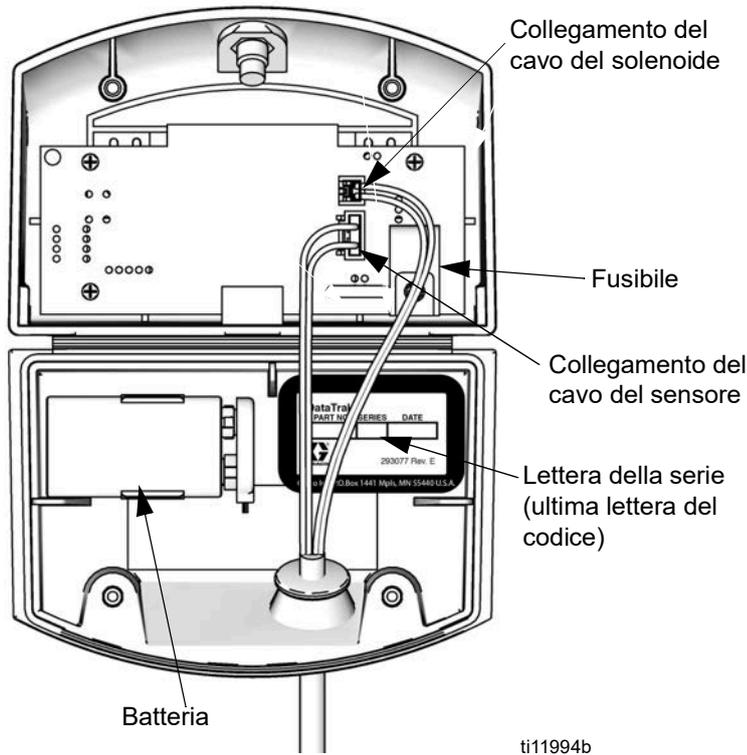

FIG. 12. Posizione del fusibile e della batteria DataTrak
* Fig. 12 mostra dove trovare la lettera della serie.